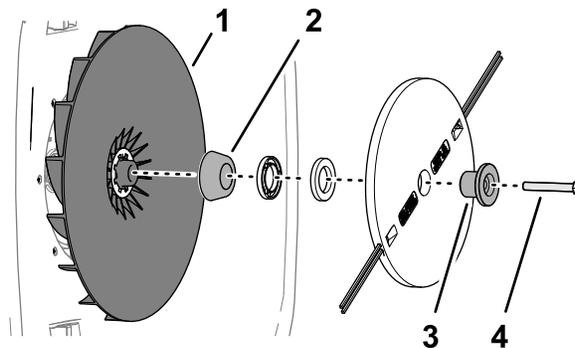

図 30
1. インペラに、リテーナ、刈り込みディスク、スペーサ、円錐形スペーサをボルトで取り付ける **図 30**。